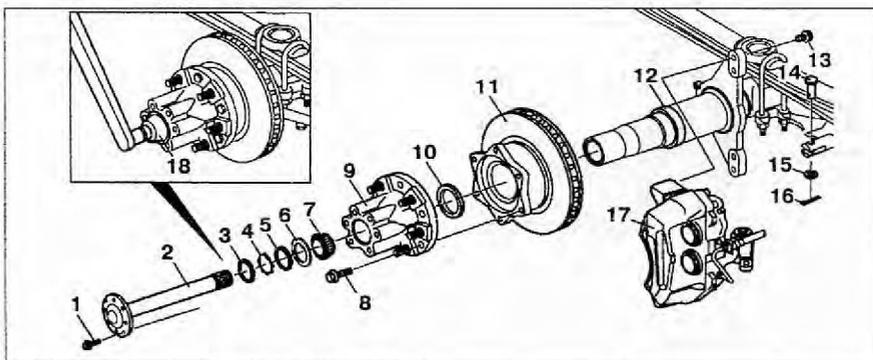

Рис. 5.19. Ступица задней оси 742.5 с кодом В02:
4. Снимите тормозной суппорт 17 и закрепите его на раме (рис. 5.19).